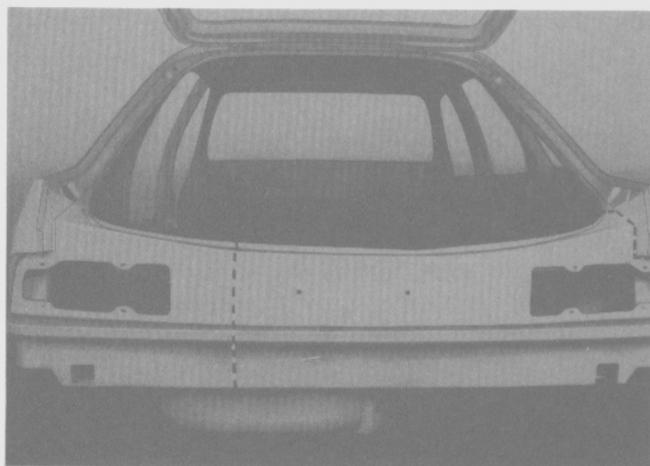

Fig. 280
- Marcar la línea de corte del panel según la magnitud del daño (Fig. 280).